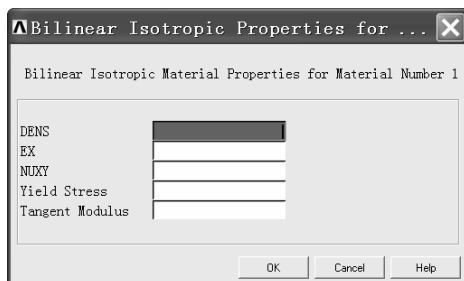

图 2-135 “Bilinear Isotropic Properties for...” 窗口
(11) 单击“Define Materi...”窗口中的“OK”按钮。
(12) 单击“Define Material Model Behavior”窗口右边方框中的“Bilinear Isotropic”（打开“Bilinear Isotropic”的路径是：选择“Define Material Model Behavior”窗口右边方框中的“LS-DYNA”>“Nonlinear”>“Inelastic”>“Isotropic Hardening”），出现“Bilinear Isotropic Properties for...”窗口（见图 2-135）。
(13) 在“Bilinear Isotropic Properties for...”窗口中的“DENS”方框处写入“2700”，“EX”方框处写入“1e11”，“NUXY”方框处写入“0.3”，“Yield Stress”方框处写入“1e8”，“Tangent Modulus”方框处写入“1e9”。
(14) 单击“Bilinear Isotropic Properties for...”窗口中的“OK”按钮。此时“Define Material Model Behavior”窗口的左侧显示已经定义了三种材料，这三种材料依次用于 A 圆筒、B 梁板、C 梁板。
(15) 单击“Define Material Model Behavior”窗口右上角的叉号关闭该窗口。